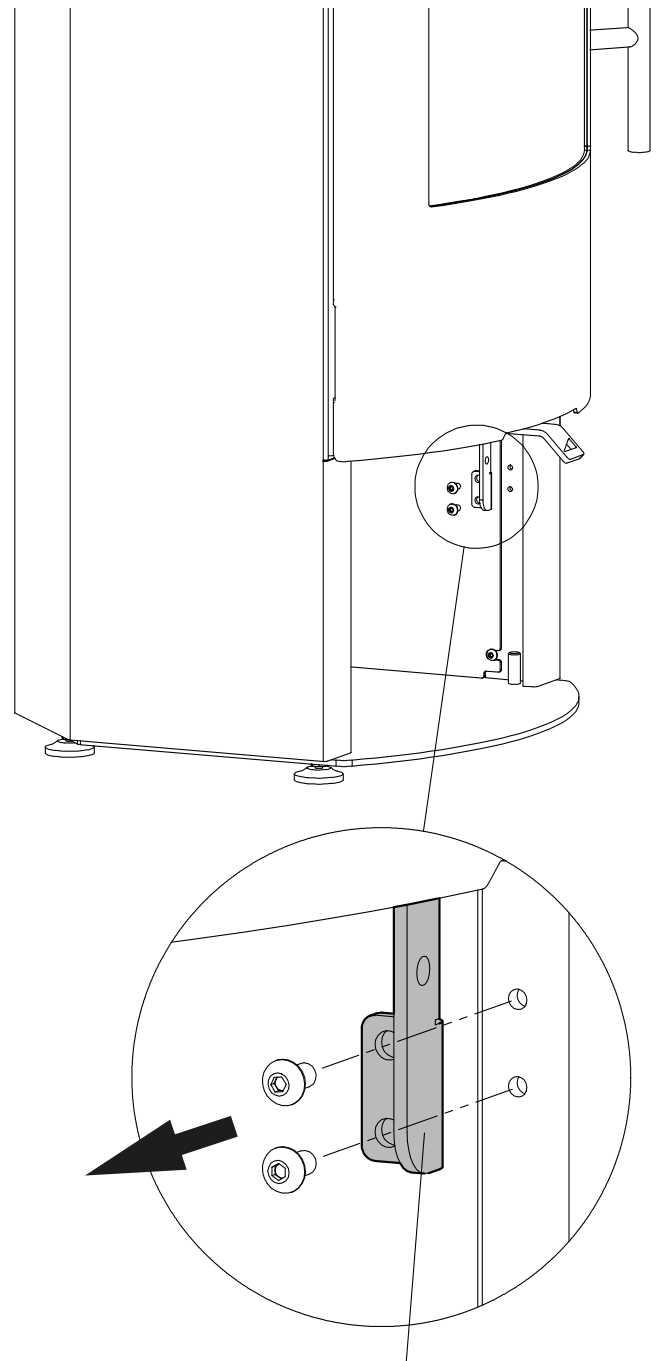

Fig.13
- Halblech (13) für Elektronik an der rechten Seite im Holzlagerfach abschrauben (Fig.13).